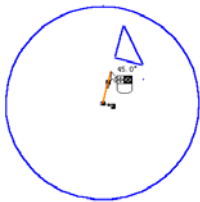

图 2-43 旋转草图
- 3. 此时鼠标指针变为形状，按住鼠标左键可移动草图，按住鼠标右键可围绕黑色原点符号旋转，如图 2-43 所示。